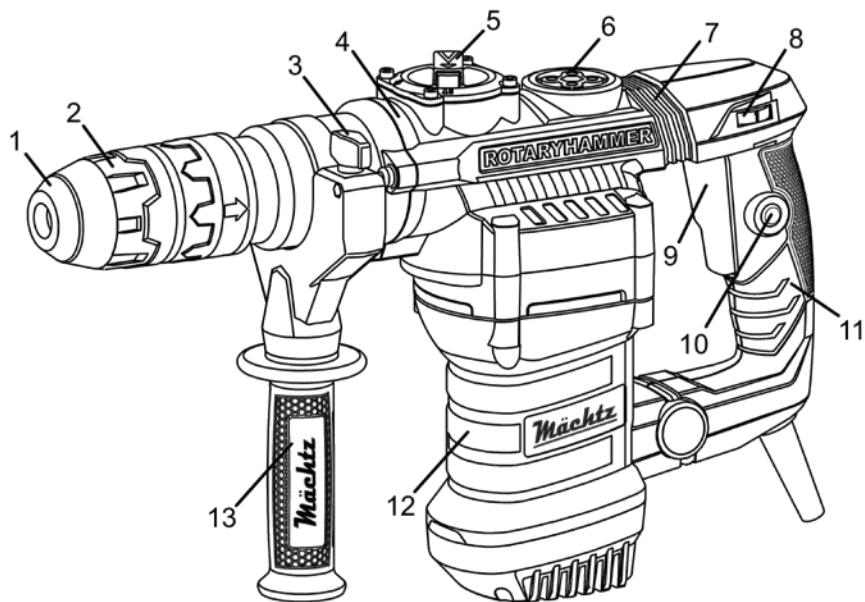

Рисунок 1
2.3.2 Патрон SDS-MAX (2, рисунок 1) служить для фіксації змінного робочого інструменту з хвостовиком SDS-MAX. У ролі змінного інструменту з хвостовиком SDS-MAX у виробі використовуються: